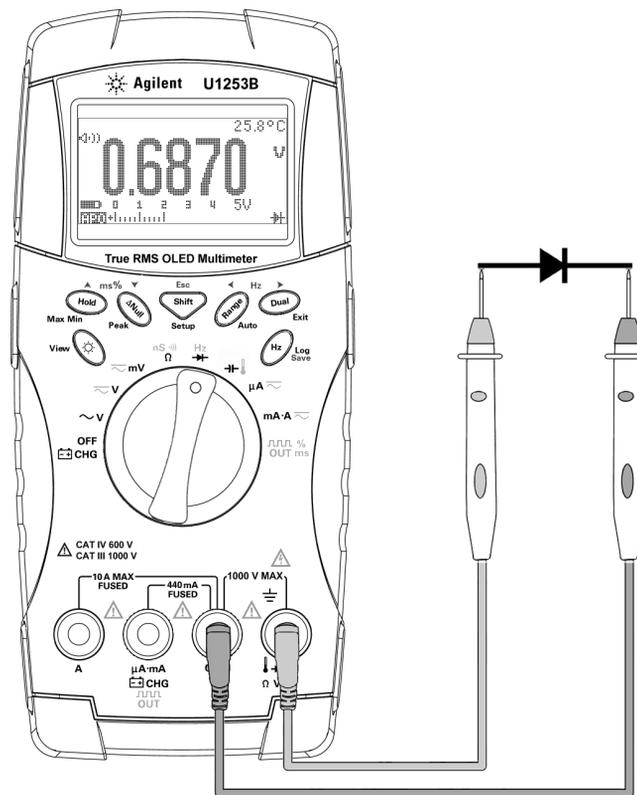

Abbildung 2-12 Messen der Vorwärtsspannung einer Diode
- 3 Schließen Sie die rote Testleitung an den positiven Anschluss (Anode) und die schwarze Messleitung an den negativen Anschluss (Kathode) an. Siehe Abbildung 2-12 auf Seite 48.